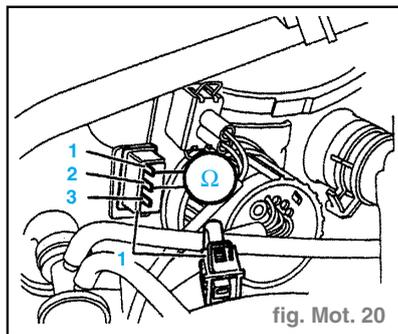

fig. Mot. 20
- Débrancher la connexion à fiche du transmetteur de régime moteur (**1**). (fig. Mot. 20)